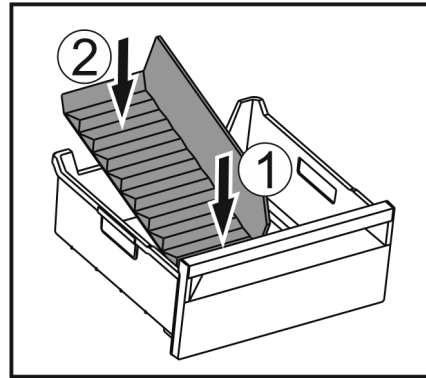

Fig. 139
- Installer la partie avant du séparateur de congélateur. Fig. 139 (1)
- Abaisser la partie arrière du séparateur de congélateur jusqu'au fond du tiroir. Fig. 139 (2)